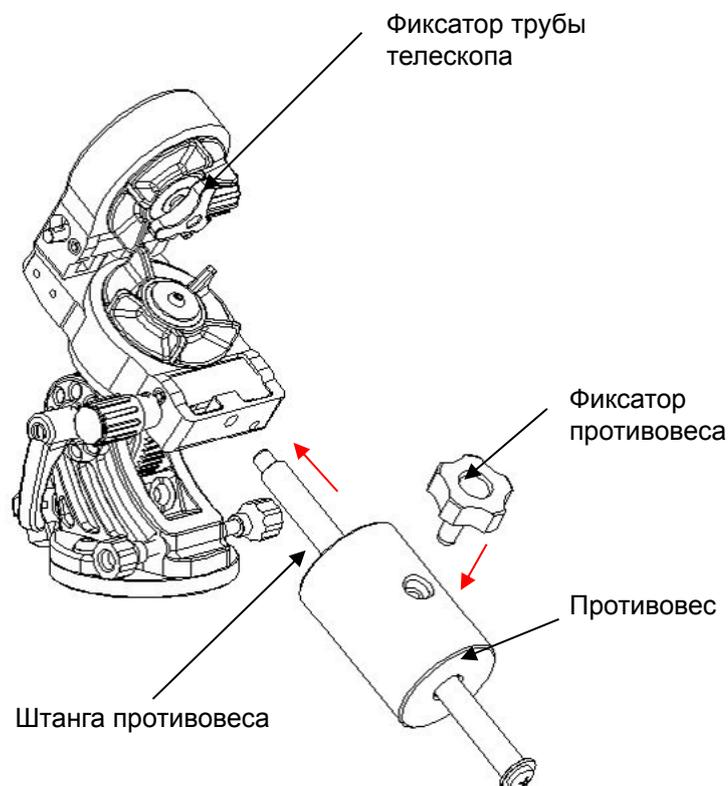

Рис. 6.1
6. Фиксатор трубы телескопа (см. также рис. 6.1)
2. Штангу противовеса и противовес нужно установить до установки трубы телескопа. Убедитесь, что штанга и противовес надежно закреплены на монтировке (см. рис. 6.1).
3. Надежно закрепите трубу телескопа при помощи фиксатора трубы телескопа на корпусе монтировки (рис. 6.1).
4. Отбалансируйте трубу телескопа. Для этого ослабьте колесико регулировки оси прямого восхождения и переместите противовес в такое положение, в котором конструкция будет максимально устойчива (рис. 6.1).